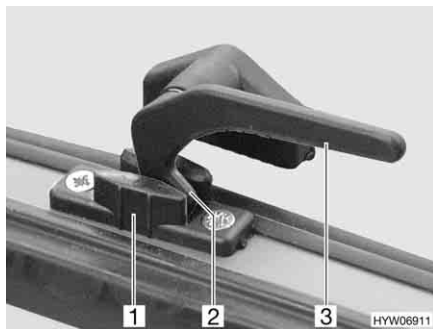

Bild 72 Låsarm i läget "kontinuerlig vädning"
- I läget "kontinuerlig vädning" (Bild 72)
- Sväng låsarmen (Bild 72,3) ett kvarts varv mot fönstrets mitt.
- Vrid tillbaka låsarmen. Därvid måste låsspaken (Bild 72,2) föras in i spåret på fönsterlåset (Bild 72,1).